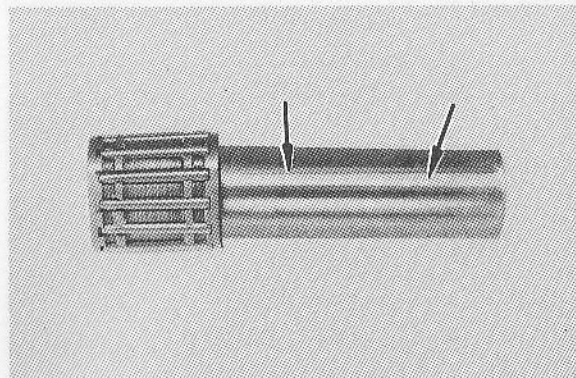

Fig. 3-3-5
2. Check the pin and bearing for signs of heat discoloration. If excessive (heavily blued), replace both. (Fig. 3-3-5)
2. Contrôler si l'axe et le roulement portent des signes de décoloration thermique. S'ils sont très accentués (bleu intense), remplacer les deux pièces. (Fig. 3-3-5)